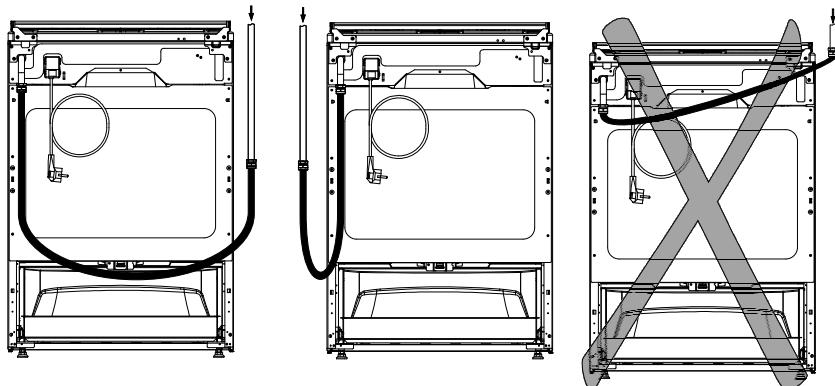

рис. 3
- гибкий присоединительный рукав не должен проходить в зоне горячего воздуха дымохода и касаться задней стенки плиты (рис. 3);
**Помните!** После установки плиты на место обязательно проверьте положение гибкого шланга подвода газа и шнура питания (рис. 3). Они не должны проходить над дымоходом и касаться задней стенки плиты. Во время работы духовки там возникает высокая температура, которая может их повредить.